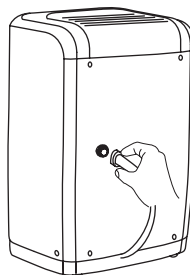

Fig. 2
2. Inserte el extremo roscado hembra de la manguera en la boquilla de desagüe del aparato (fig. 2).